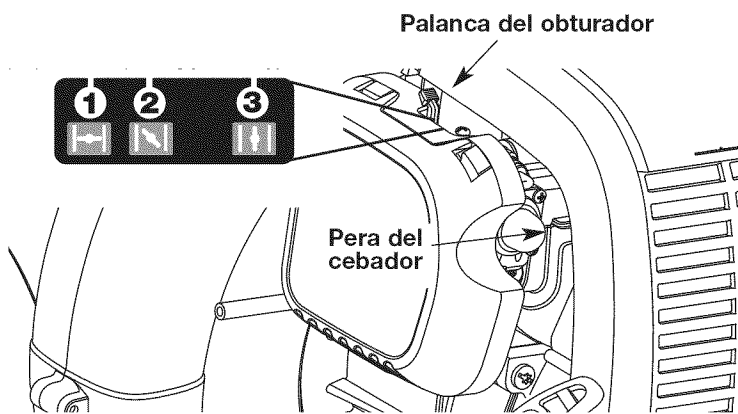

Fig. 15
3. Oprima completamente el cebador y suéltelo 10 veces. Hágalo lentamente. Se deberá ver un poco de **combustible en el cebador y en las tuberías de alimentación de combustible** (Fig. 15). Si no puede ver el combustible en el cebador, oprímalo y suéltelo tantas veces como sea necesario hasta que vea combustible en el mismo.
4. Coloque la palanca del obturador en **Posición 3** (Fig. 15).
6. Coloque la palanca del obturador en la **Posición 2** (Fig. 15).
9. Coloque la palanca del obturador en la **Posición 3** (Fig. 15). La unidad está lista para usar.